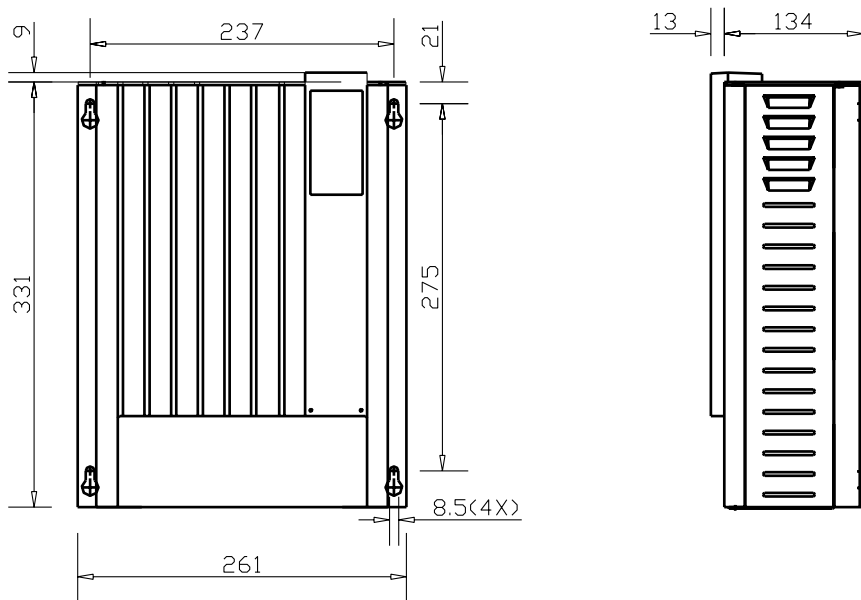

Abb. 2: Montagepunkte Mass Sine 12/1200, 24/1500 230V / 50Hz und Mass Sine 12/1000, 24/1000 117V / 60Hz.
- 1 Markieren Sie die Montagepunkte (Abb. 2 und 3).